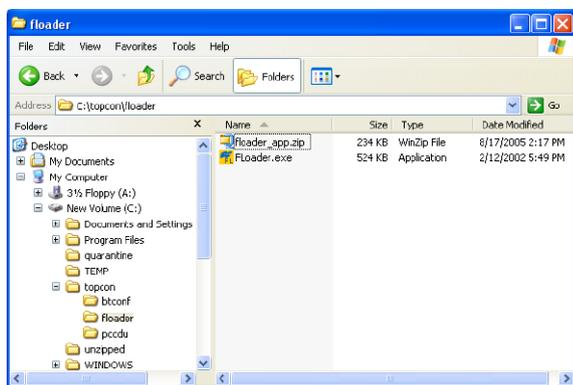

Figura 2-5. Estrazione del programma e creazione del collegamento di scelta rapida
3. Estrarre il file FLoader.exe nella cartella FLoader (Figura 2-5).
4. Creare un collegamento di scelta rapida sul desktop del computer per un accesso rapido a FLoader (Figura 2-5).